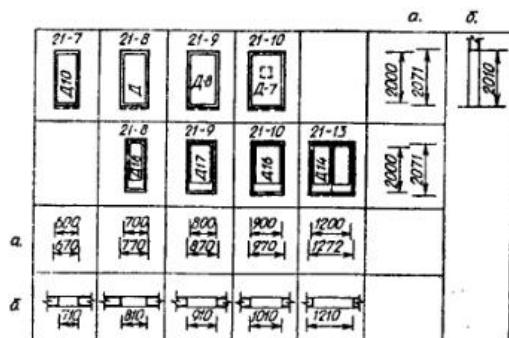

Рис. 5.29. Внутренние двери: а — габариты дверей; б — габариты проемов в стенах.
*Внутренние двери соединяют помещения в доме (рис. 5.29).*